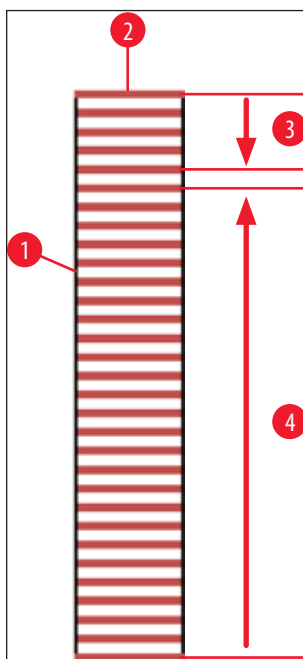

图 74
为了避免载玻片在处理过程中变干，前5个载玻片始终先进行封片。然后玻片架向上移动，继续为其中的最后一个载玻片封片(→图 74)。
- 装有已使用载玻片 (→ 图 74-2) 的玻片架 (→ 图 74-1) 示意图 (→ 图 74) 显示了处理顺序。